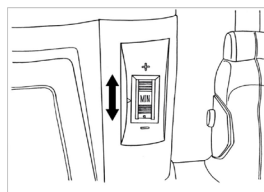

рис.8
3.2.7 Регулировка числа оборотов (рис.8)